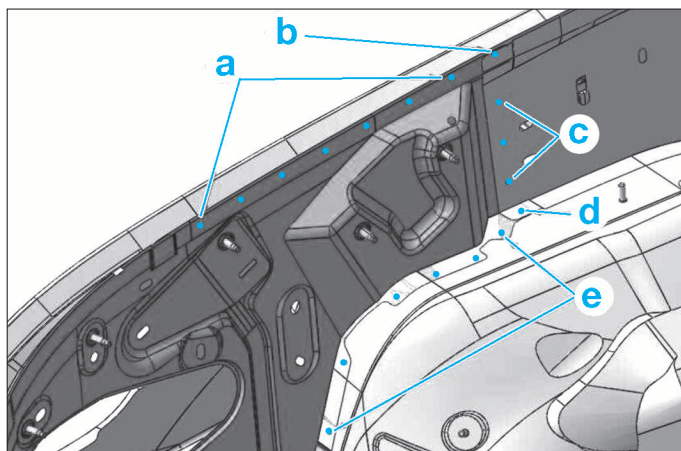

FIG. 121
- Fraiser (Fig.121) :
- (a) par points électriques (Fig.121).